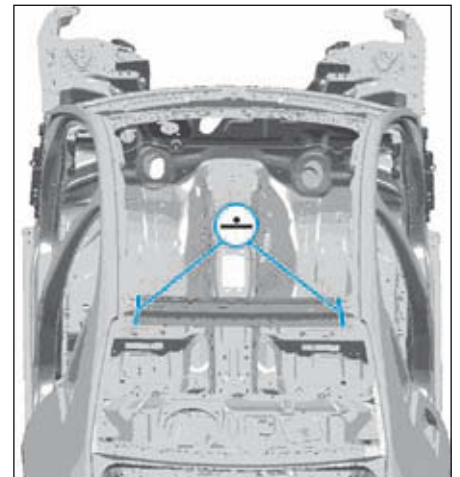
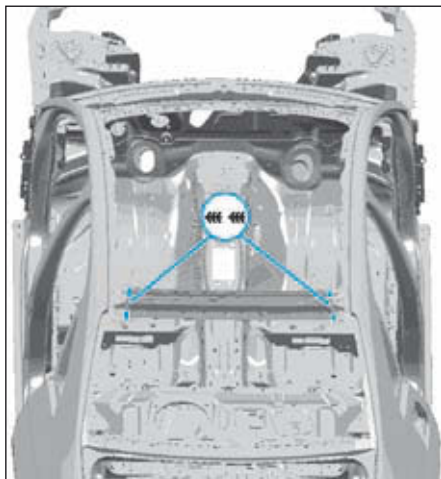

FIG.101
FIG.102
- Ajuster et souder comme illustré (Fig.101) et (Fig.102).